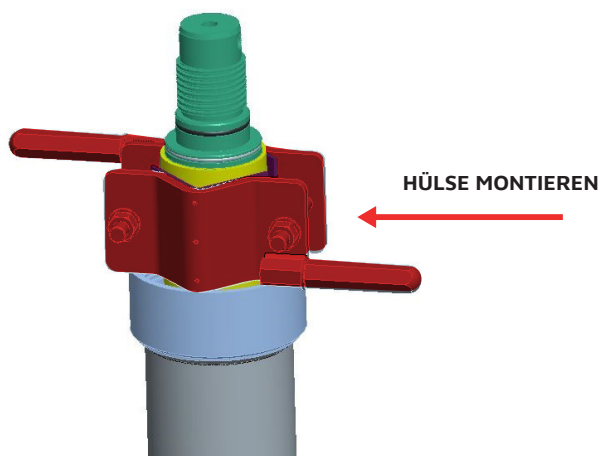

Abbildung 3
6. Verschraubungshülse montieren sowie Hebevorrichtung und lange TCEI-Schraube entfernen (Abb. 3).
4. Transporthaken und Dichtungshaltering entfernen; Transporthaken mit Schraube M30 (oder M60) am Schaft befestigen (**Abb. 3**)